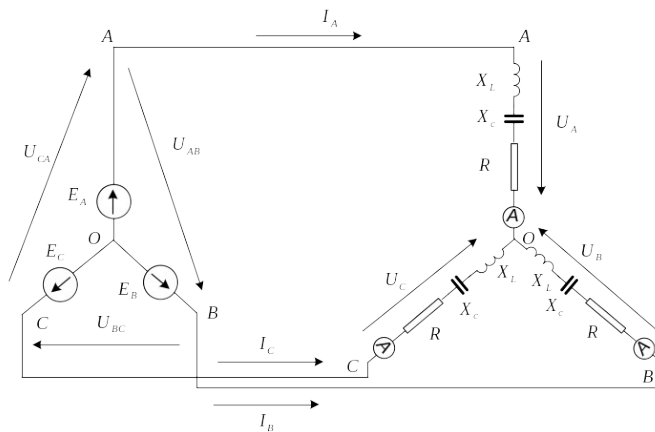

Рис. 1.1
1.1. По базе данных (табл.1.1) для своего варианта определить параметры электрической цепи (рис. 1.1), питающей от трехфазной сети синусоидального тока.